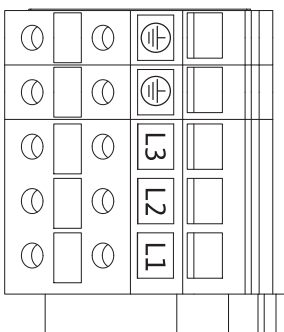

Fig. 26: Effektklemmer (nettilslutningsklemmer)
- Effektklemmer (nettilslutningsklemmer) (fig. 26)